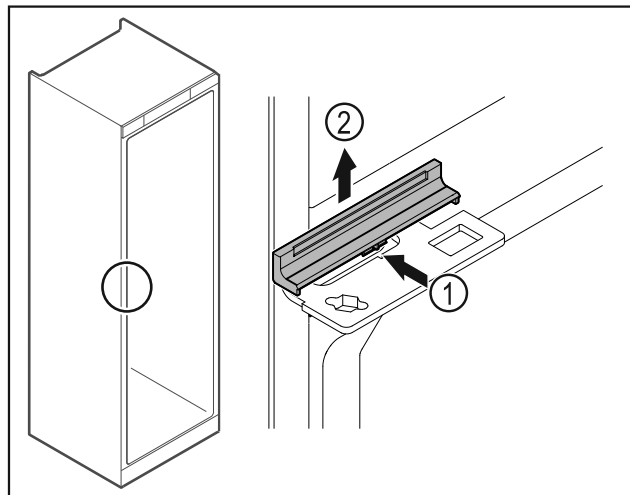

Fig. 43
- ▶ Apăsați apărătoarea Fig. 43 (1) ușor în centru și detașați-o în sus Fig. 43 (2).